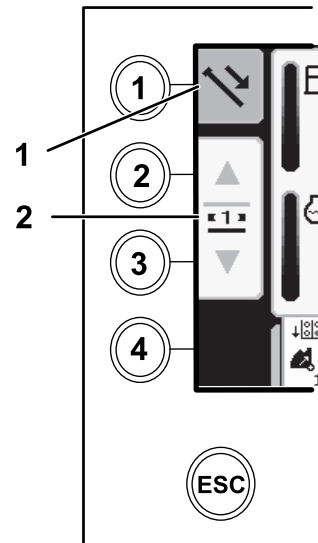

Figure 24
1. Appuyez sur le bouton 1 pour sélectionner l'option poussée de tige (Figure 24).
2. Appuyez sur les boutons 2 et 3 pour sélectionner la rangée où vous allez prendre la tige (Figure 24).